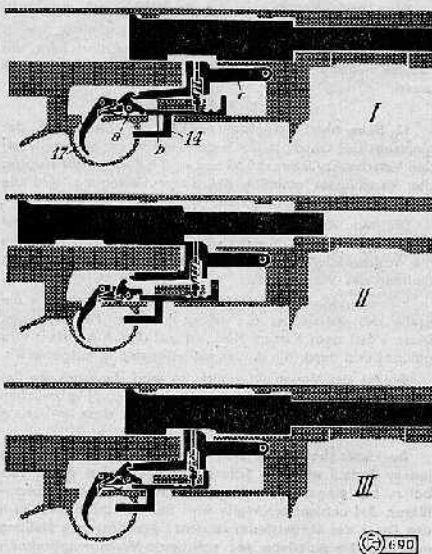

Fig. 4
Abzugvorrichtung, bestehend aus dem Abzug (17), der Abzugfeder, dem Fangelenk, der Fangelenkfeder und dem Fangelenkauslöser (vergl. Ziff. 10—16 und Fig. 4).
(vergleiche Fig. 4)
12. Der Sicherungsschieber (14) dient als Umsteller für Serien- und Einzelfeuer und betätigt die Vorrichtung zum Sichern der Waffe.
a) Serienfeuer (Fig. 4 I)
b) Einzelfeuer (Fig. 4 II)
(Fig. 4 III)